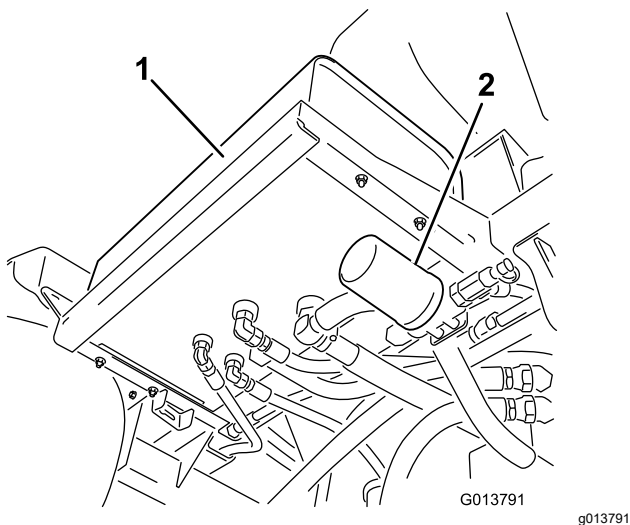
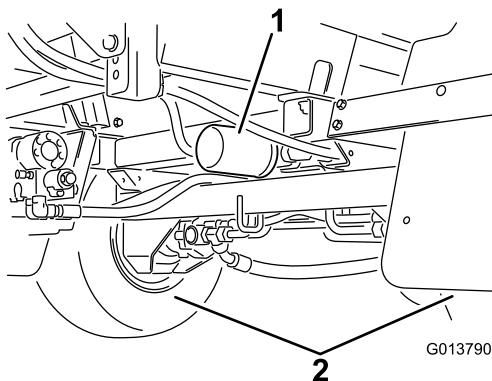

Figure 99
Figure 100
2. Localisez les 2 filtres hydrauliques sur la machine (Figure 99 et Figure 100).